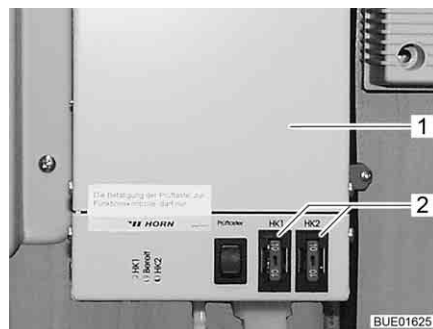

Fig. 115 Régulateur du chauffage des conduites des eaux usées
Les fusibles se trouvent sur le régulateur (Fig. 115,1).
- Changer le fusible (Fig. 115,2).